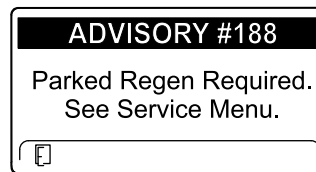

Figure 44
- Régénération en stationnement requise AVIS N° 188 (Figure 44)